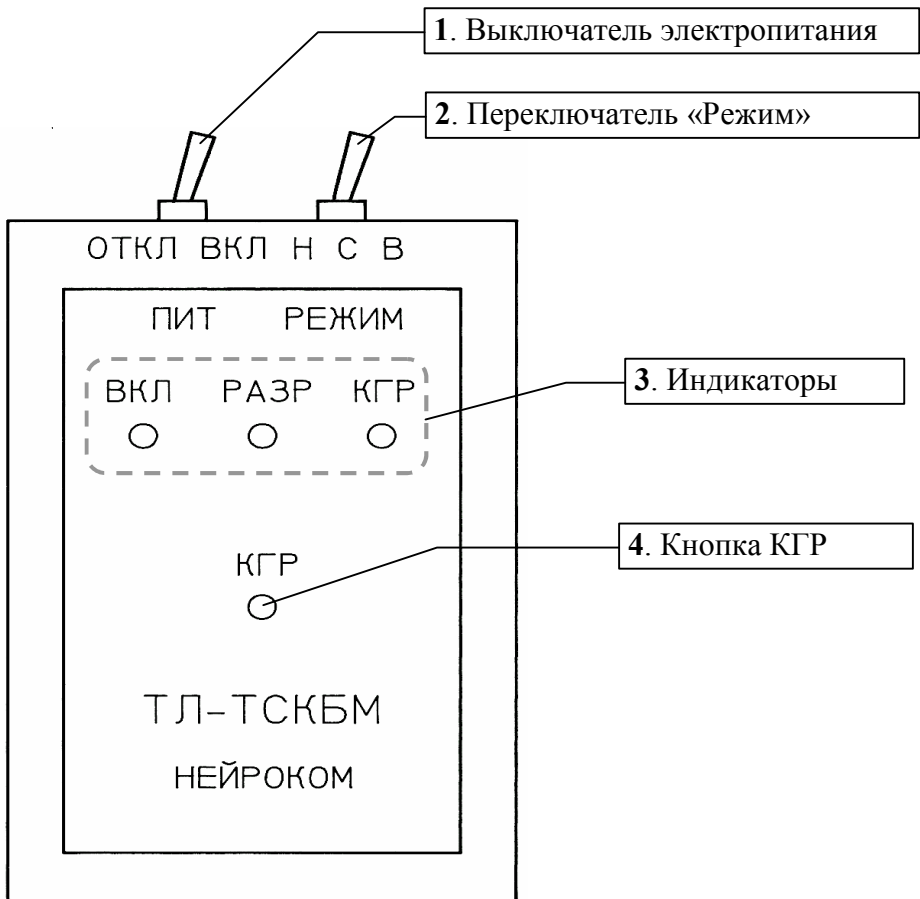

Рисунок 1 - Внешний вид прибора ТЛ-ТСКБМ.
1.3.1 Прибор ТЛ-ТСКБМ конструктивно выполнен в пластмассовом корпусе, в котором предусмотрено место для размещения элемента питания — батареи 1604/9V. Внешний вид прибора ТЛ-ТСКБМ приведен на рис. 1. Наименование изделия и наименование изготовителя находятся на передней стороне корпуса. Заводской номер прибора нанесен на задней стороне корпуса.